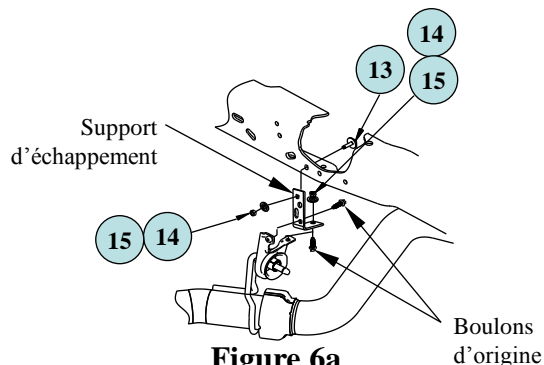

Figure 6a
- Si le dégagement entre le tuyau d'échappement et les traverses structurales est inférieur à 1/2 po, il faut utiliser le support de tuyau d'échappement fourni avec le nécessaire de montage 4449 (voir figures 6a et 6b). Pour la fixation arrière (figure 6a), fixer la rallonge de support sur le support d'origine à l'aide des boulons M8 d'origine, puis fixer la rallonge au cadre à l'aide de la visserie fournie. Réinstaller le support d'échappement à l'avant de l'essieu sur la traverse de cadre à l'aide d'espacedeurs de 3/8 po intercalés entre le support et la traverse structurale.